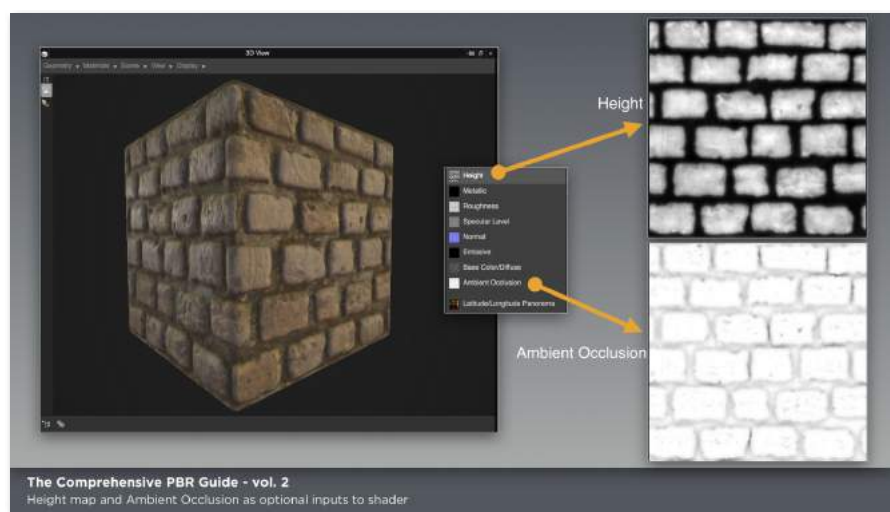

图 03
金属/粗糙度工作流程通过一系列通道来定义，这些通道作为纹理供给PBR Shader中的采样器。对于金属/粗糙度工作流程，需要的贴图为固有色，金属性以及粗糙度，如图02所示，我们会在随后的子章节讨论每一张贴图。PBR Shader也会使用环境遮蔽 (AO)，法线以及可能会用到高度贴图来进行视差映射，如图03所示。后三张贴图对于两种工作流程都适用，我们会在“对两种工作流程都适用的贴图”章节讲到它们。